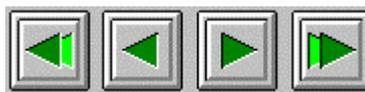

Figura 2.8 – MapsUsr32: pulsantiera per la navigazione “orizzontale” tra le mappe
I pulsanti, utilizzabili per navigare entro la struttura ad albero delle mappe (riferirsi al paragrafo 2.3.1 - “Gerarchia delle Mappe” per le definizioni relative alle mappe), sono organizzati in due barre, o pulsantiera, poste sotto l’area “Mappe”. La prima pulsantiera, utilizzabile per la navigazione “orizzontale” tra le mappe, si trova a sinistra della casella Messaggi a Operatore, ed è riportata in Figura 2.8.
- utilizzando, con il tasto sinistro del mouse, le pulsantiere di navigazione, orizzontale (vedi Figura 2.8) e verticale (vedi Figura 2.9);